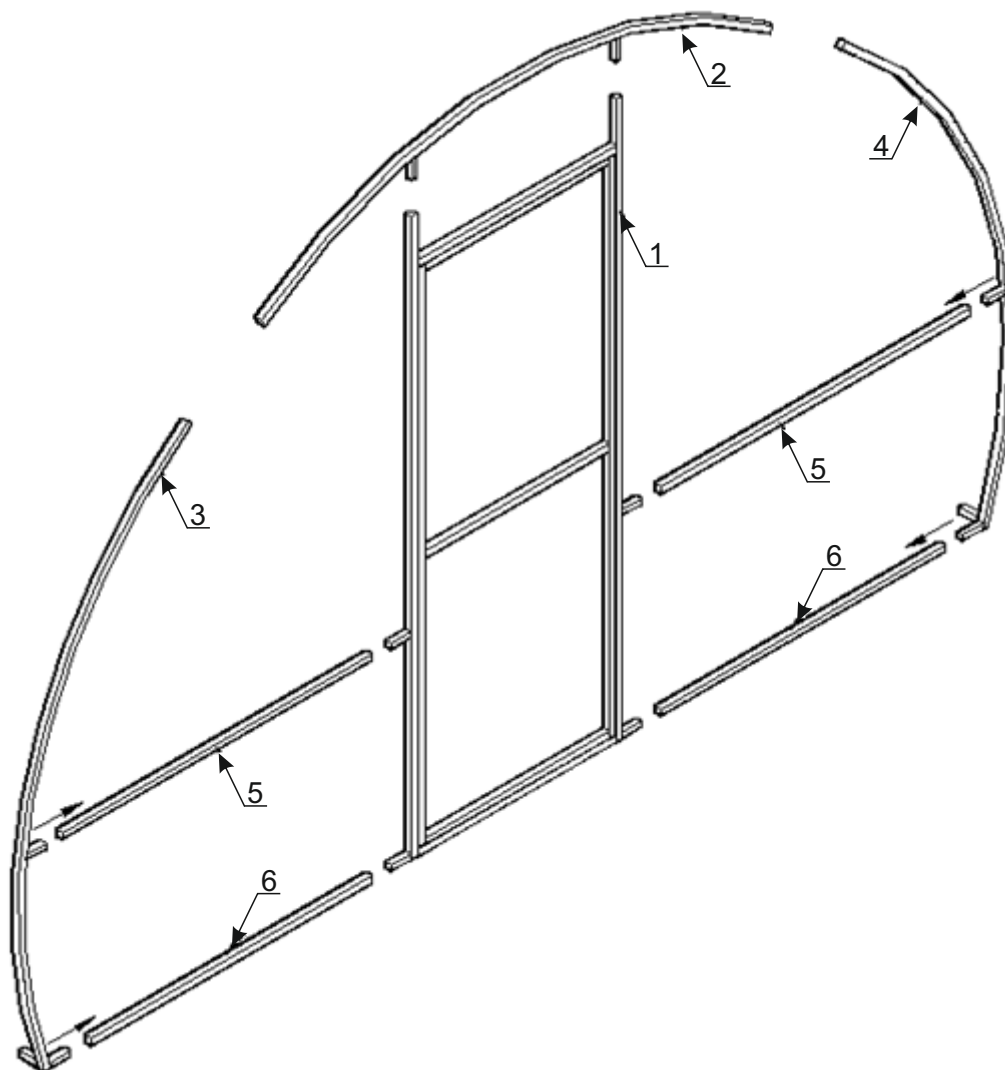

Рис. 1
1. Сборка теплицы начинается с торца. Схема сборки торца показана на рис. 1.